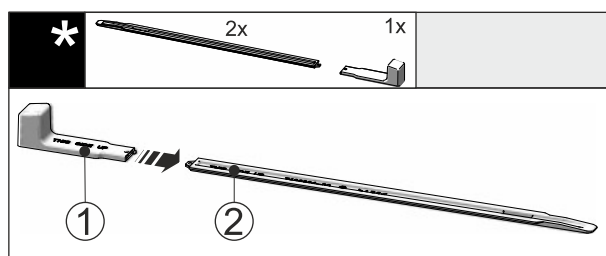

Fig. 54
- Dugja rá a szerelőfogantyút Fig. 54 (1) a szintezősinre Fig. 54 (2).